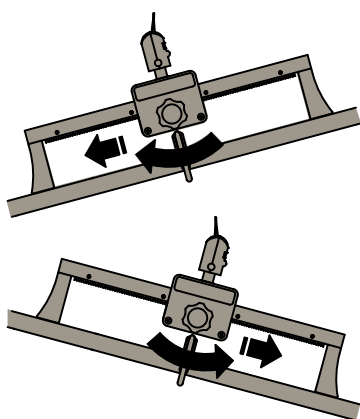

Fig. 18
3. Mueva el soporte hacia el extremo más pesado (el que apunta hacia abajo) cuando el bastidor esté colgando en horizontal. Vea la fig. 18